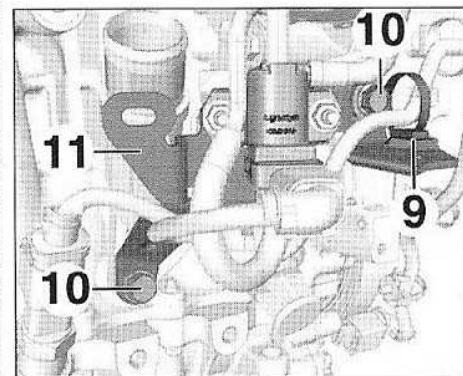

FIG.39
- Déposer (Fig.39) :
- l'agrafe (9) et écarter le faisceau électrique,
- les vis (10).
- Ecarter le support (11) de l'électrovanne de l'actionneur de dérivation de l'échangeur des gaz recyclés.